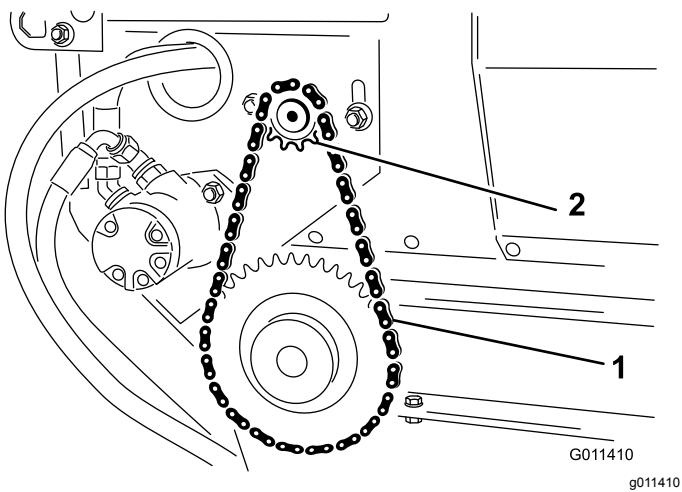

Figura 25
2. Desaperte os parafusos e as porcas fixando o motor e a montagem das rodas motoras para o chassis principal (Figura 25).